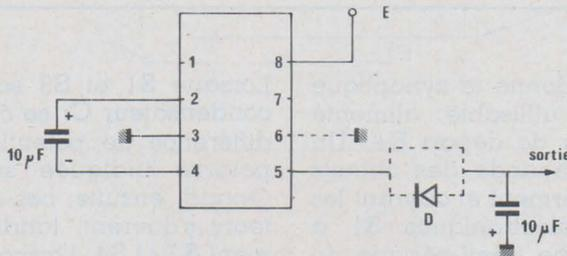
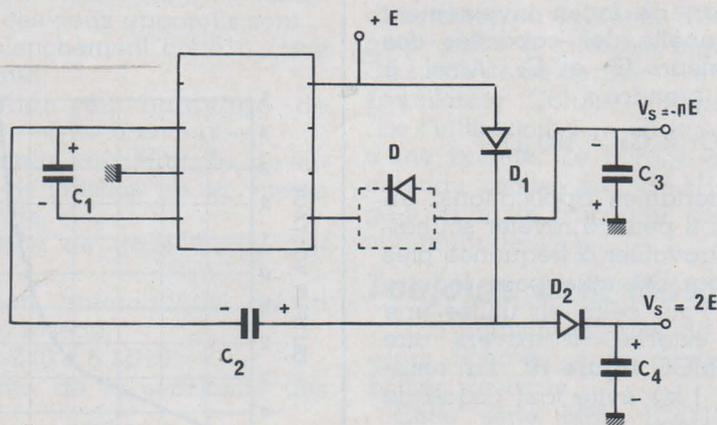

Figure 4
Figure 7
Enfin, dans le cas de tensions ou de températures élevées, une diode **D** doit être connectée en série avec la borne 5, ainsi que le montre le schéma de la figure 4. Ceci réduit la tension de sortie d'environ 0,6 volt.
La première application est celle du simple miroir de tension, et fait appel au circuit de la figure 4. Rappelons que, dans ce cas, la diode **D** ne s'impose que si la tension d'alimentation approche les 10 volts. Le schéma est applicable de 1,5 à 10 volts. Pour des tensions inférieures à 3,5 volts, on pensera à mettre la borne 6 (LV) à la masse.
Il est possible, enfin, de cumuler les fonctions remplies par les schémas des figures 4 et 6, c'est-à-dire d'obtenir, simultanément, une tension négative « miroir » de la tension d'alimentation, et une tension positive qui lui soit supérieure. Par exemple, à partir du + 5 volts existant dans un montage, on pourra élaborer - 5 volts, et + 9 volts. Ce résultat s'obtient par le circuit de la figure 7.